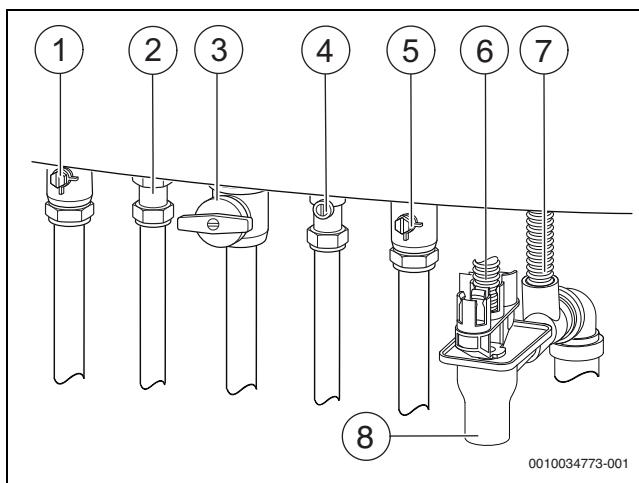

Рис. 43 Подключения газа и воды (дополнительное оборудование)
- ▶ Откройте воздухоотводчик (→ рис. 43, стр. 25) и закройте после удаления воздуха.
- ▶ Включите насос отопительного контура на 30 секунд (8).